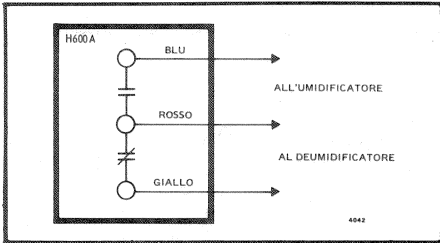

FIG. 5—COLLEGAMENTI ELETTRICI DELL'UMIDOSTATO H600A. COLLEGARE I CONDUTTORI ROSSO E BLU PER UMIDIFICAZIONE E I CONDUTTORI ROSSO E GIALLO PER DEUMIDIFICAZIONE.
5. Eseguire i collegamenti elettrici come da fig. 5.
Eseguire i collegamenti elettrici come mostrato in Fig. 5.